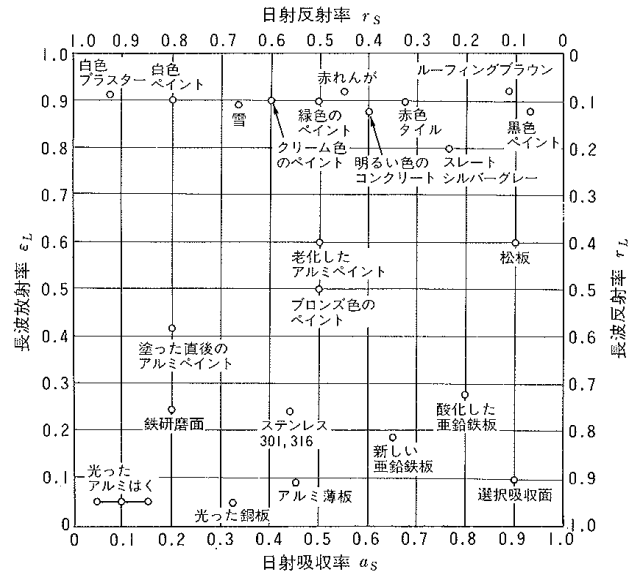

図2. 材料表面の日射吸収率および長波放射率\*5
□材料の製造元に問い合わせるのが一番確実ですが、図2.に材料の違いによる日射吸収率と長波放射率を示します。図中に無い材料については類似した材料の数値を使用したり、材料ごとの分布から類推することが出来ると思います。